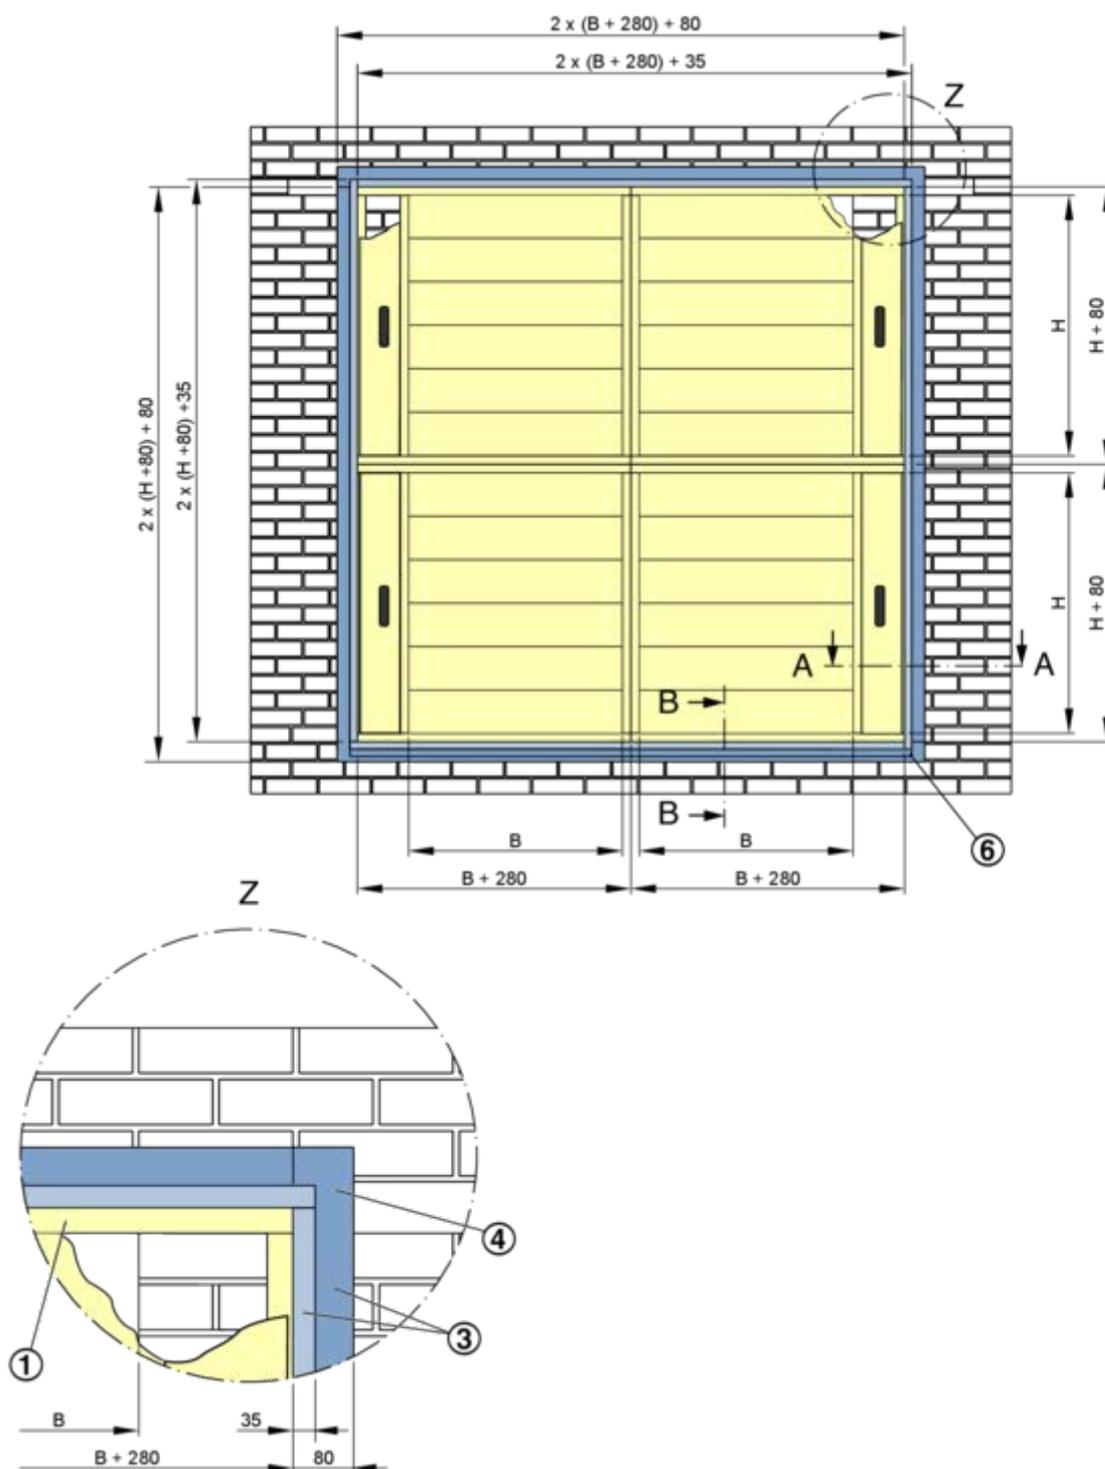

Fig. 28: Detalhe da secção de ângulo
- 3 Secção de ângulo (no local) ↪ Fig. 28